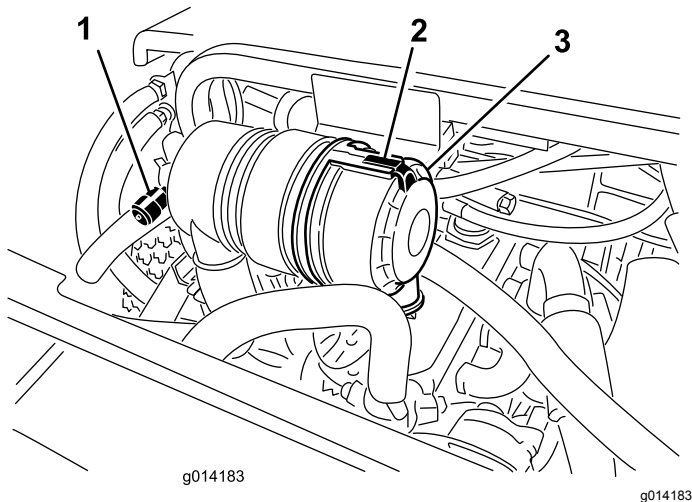

Figure 30
**Remarque:** Soulevez la machine du sol avec un cric et soutenez-la avec des chandelles pour faciliter la migration de la graisse à travers les bagues de pivot inférieure et supérieure. Vous devez voir de la graisse ressortir en haut et en bas du moulage de pont/de la bague des 4 pivots de fusée (Figure 30).
Faites l'entretien du filtre à air uniquement quand l'indicateur de colmatage (Figure 30) indique que cela est nécessaire. Ne remplacez pas le filtre à air plus fréquemment que nécessaire ; cela ne fait qu'accroître le risque de contamination du moteur par des impuretés quand le filtre est déposé.
1. Desserrez le verrou qui maintient le couvercle sur le boîtier du filtre à air (Figure 30).